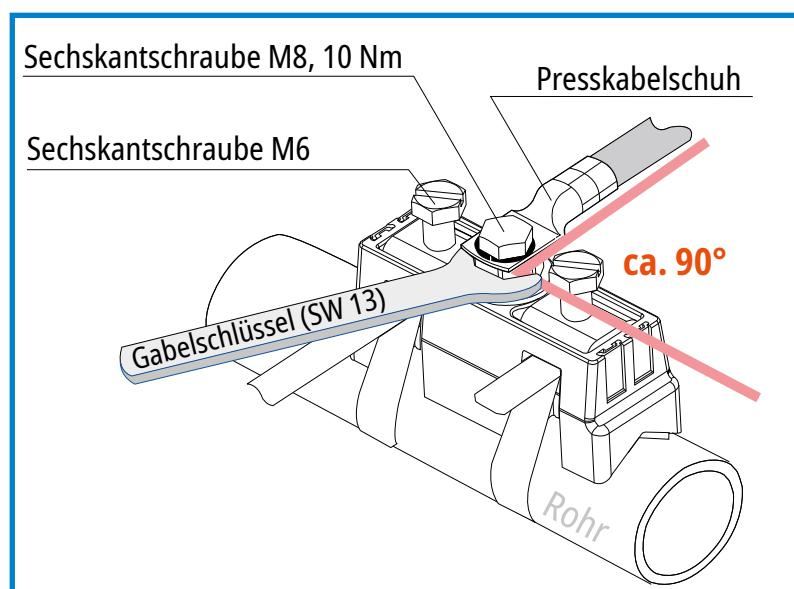

Fig. 3.4 Anschluss Presskabelschuh
- ⇒ Beim Anschließen der Leiter (über Presskabelschuh) an die Ex-BRS 27 mittels der Schraube M8, ist ein Gegenhalten des Kontaktbolzens mit einem Gabelschlüssel (SW 13) erforderlich (Anzugsdrehmoment 10 Nm). Dabei muss sichergestellt sein, dass die Anschlussleitung inkl. Presskabelschuh nicht die Spanneinheit (Sechskantschraube M6, Spannkopf und Spannband) oder das Rohr berührt (siehe Fig. 3.4).